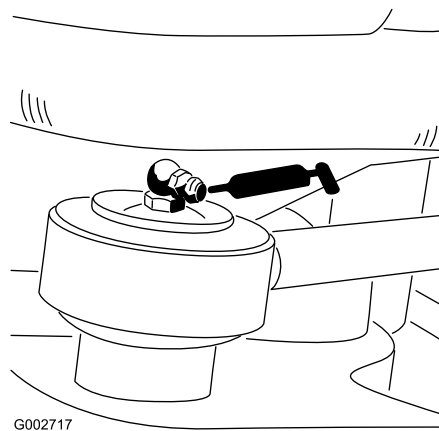

Figura 22
- Extremidade da haste do cilindro de direção (1 – apenas modelo 08705 (Figura 22)